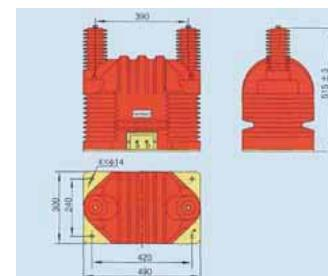

Рис. 6.1 Внешний вид и размеры трансформатора напряжения JDZ9-35
6. Внешний вид и размеры (см. рис. 6.1)